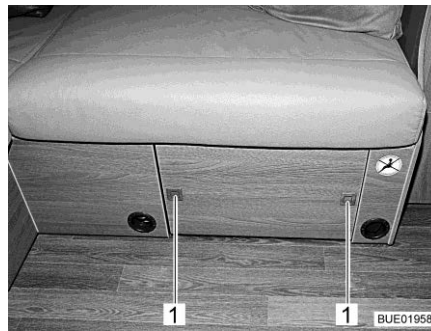

Fig. 131 Table de salon, rangée
- Appuyer sur les boutons-poussoirs (Fig. 131,1) sur le cache du coffre du siège. Les boutons-poussoirs font un bond vers l'extérieur.
- Enfoncer les boutons-poussoirs (Fig. 131,1) jusqu'à ce qu'ils s'enclenchent.